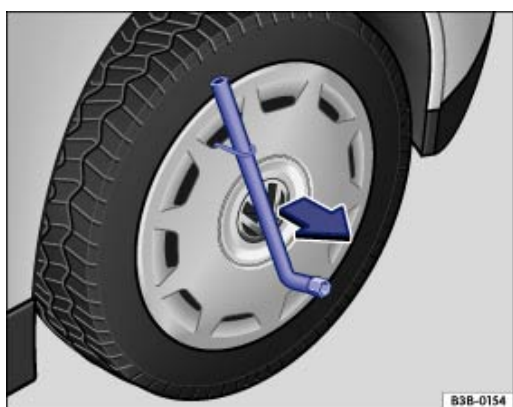

Fig. 227 Retrait de l'enjoliveur de roue plein
- Faites passer la clé démonte-roue à travers l'étrier métallique → Fig. 227 et retirez l'enjoliveur de roue plein dans le sens de la flèche.